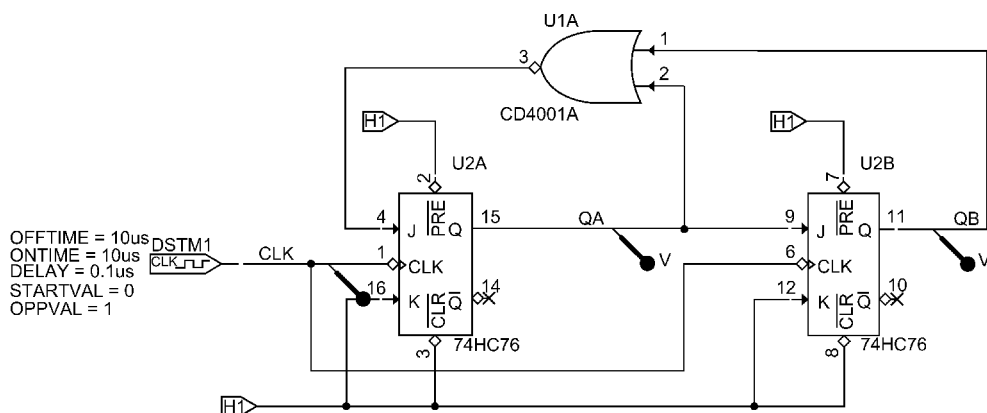

图 18.6 模量 3 型同步计数器
1. 建立名称为 Mod 3 Counter 的仿真项目。将名称为 SCHEMATIC1 的原理图重命名为 counter，然后按照图 18.6 所示绘制模量 3 型同步计数器的原理图。数字触发器和或门选自 CD4000 元器件库。通过 Place 菜单或者按键盘上的“F”键放置数字 HI 和 LO 符号。digClock 为数字激励源，选自 source 元器件库。